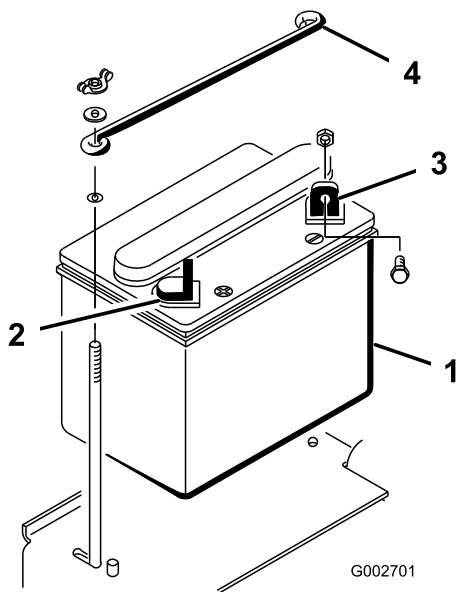

Figura 4
1. Coloque bateria no lugar, com o terminal negativo voltado para a parte de trás da máquina (Figura 4).